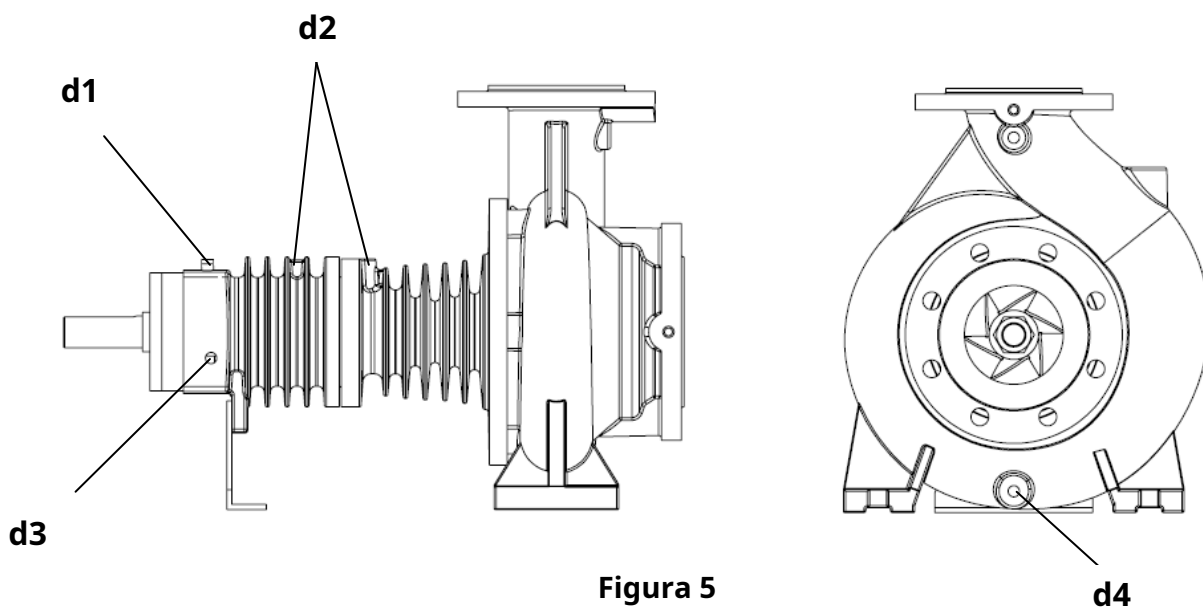

Figura 5
- Hay lugares de conexión en cada bomba para descargar la bomba y eliminar fugas en el lecho del sello. **(Figura 5)** Esas conexiones se pueden conectar al tanque de descarga por medio de tuberías si se solicita. Debe haber una válvula de aislamiento en la tubería que se utiliza para la descarga de la bomba y esta válvula y la tubería deben ser adecuadas para la presión operativa máxima de la bomba.